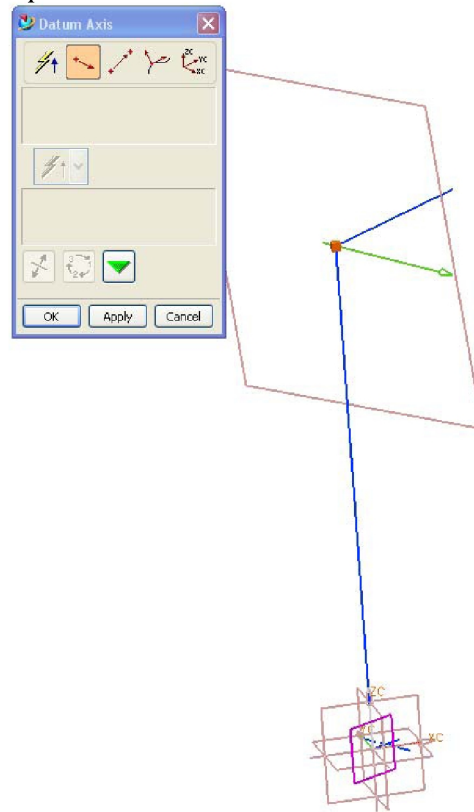
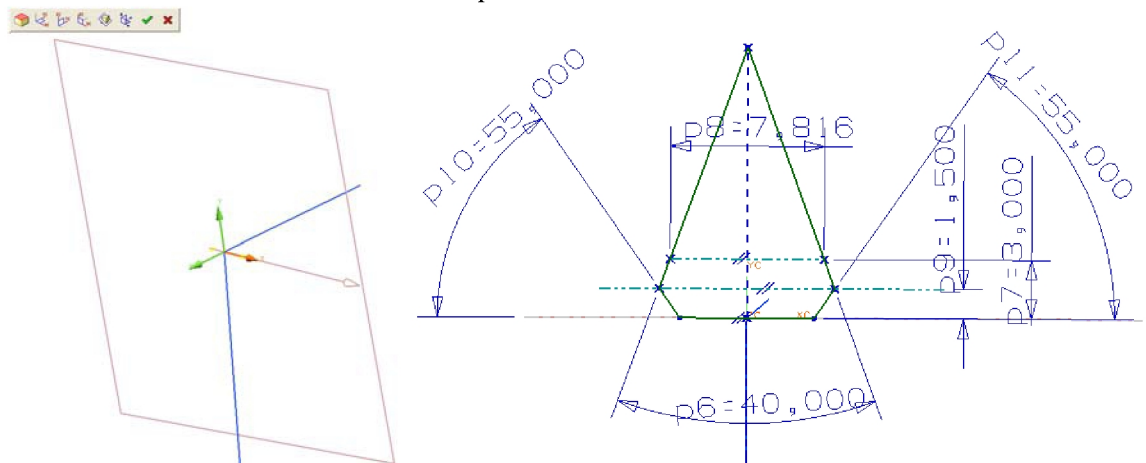

Рис. 8. Построения вспомогательных оси
Рис. 9. Создание эскиза для построения сечения хвостовика
5. Создайте **Datum Axis**, проходящую через точку **O** и перпендикулярную плоскости симметрии хвостовика: **Insert** → **Datum/Point** → **Datum Axis...** Выберите опцию **Point and direction** (кнопка ) , укажите на точку **O** и вспомогательную плоскость – плоскость симметрии хвостовика, нажмите **OK** (Рис. 8). Создайте эскиз: **Insert** → **Sketch**, выберите вспомогательную плоскость, перпендикулярную замку, совместите ось **X** эскиза с **Datum Axis**, нажмите **OK**. Постройте поперечное сечение хвостовика (Рис. 9). Выйдите из режима эскиз.